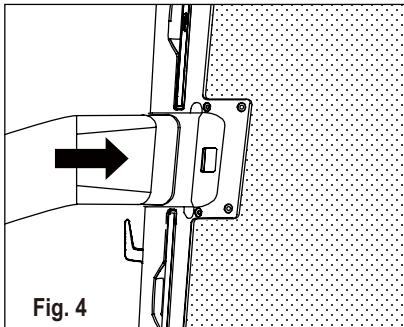

Fig. 4
2. Skyv adapter A inn i vekslingshullet på enheten som vist i fig. 4.